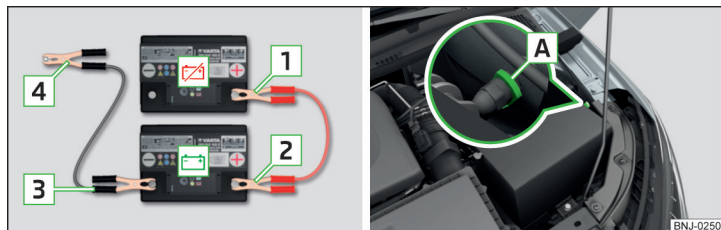

Fig. 188 Avviamento d'emergenza: - batteria scarica, - batteria erogante corrente / punto di massa del motore con sistema START-STOP
- Nei veicoli **con** sistema START-STOP fissare il morsetto **4** al punto di massa del motore **A** » fig. 188.